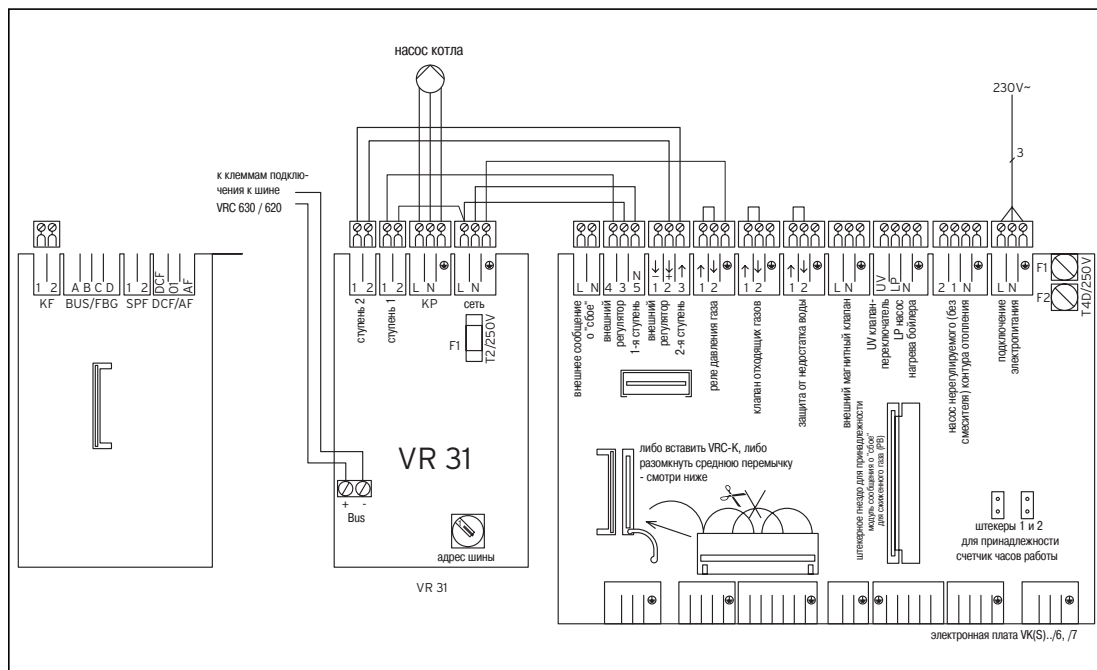

Рис. 4.2 Схема подключения коммутатора
- Подключите коммутатор к котлу в соответствии со схемой подключения коммутатора (рис. 4.2).